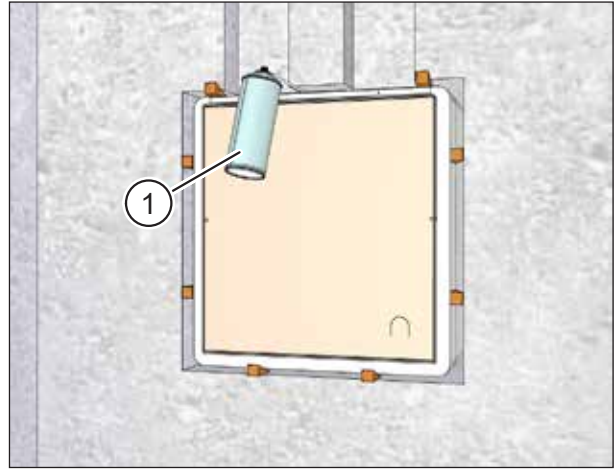

Abb. 25: Hohlräume um den Mauerkasten einschäumen
- ▶ Füllen Sie die Hohlräume zwischen Mauerkasten und Mauerdurchbruch umlaufend und durchgängig mit Montageschaum (Pos. 1 in Abb. 25) oder mit anderen geeigneten Verfüllmaterialien.